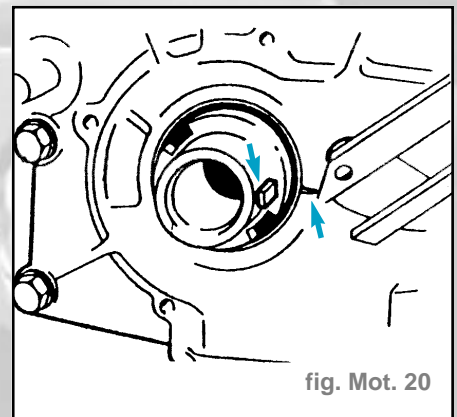

fig. Mot. 20
- Positionner le vilebrequin sur la position du cylindre 1 à 26° avant le PMH. (La rondelle élastique sur le vilebrequin et la marque sur la pompe à huile l'indiquent) (fig. Mot. 20).